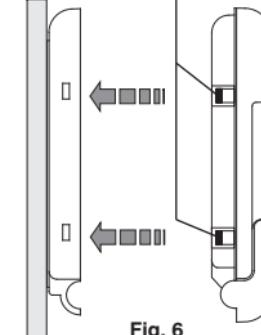

Fig. 6
- Appliquer le corps du thermostat programmable à la base comme l'indique la fig. 6.